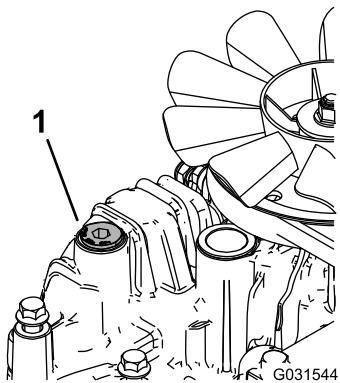

Figure 79
11. Desserrez le bouchon d'aération de chaque transmission de sorte qu'il soit lâche et puisse bouger (Figure 79).